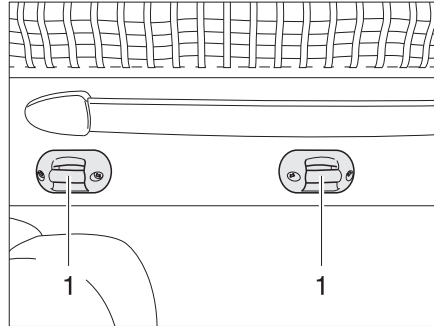

Fig. 166 Fixation échelle de montée
- Accrocher l'échelle de montée par les deux étriers aux crampillons (Fig. 166,1) se trouvant sur le lit escamotable.